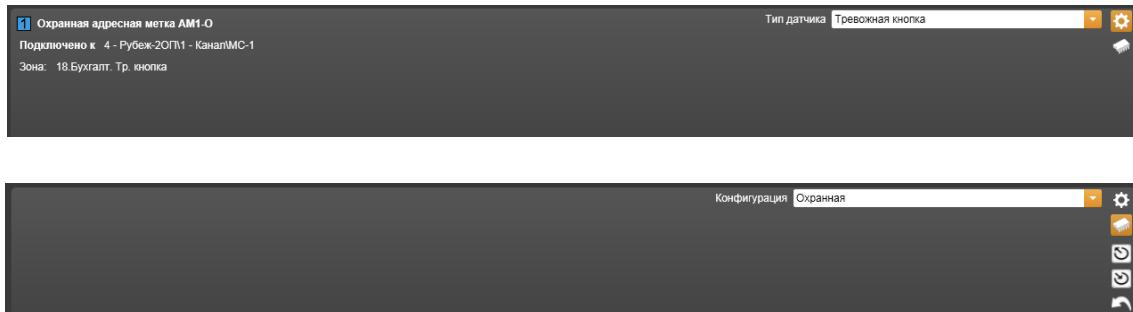

Рисунок 14.3.56 – Свойства Охранной адресной метки АМ1-О
17) **Охранная адресная метка АМ1-О** (Рисунок 14.3.56).
-  – **Параметры по умолчанию** – значок, при щелчке на котором происходит считывание параметров из памяти компьютера в таблицу параметров текущей закладки (Нижний рисунок 14.3.56).